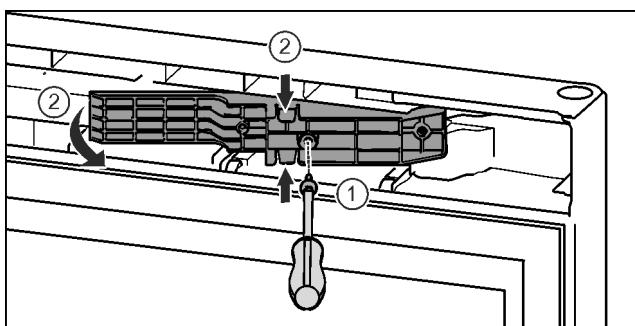

Fig. 14*
- Отпустить винты отверткой T15. Fig. 14 (1)
► Извлечь деталь адаптера. Fig. 14 (2)